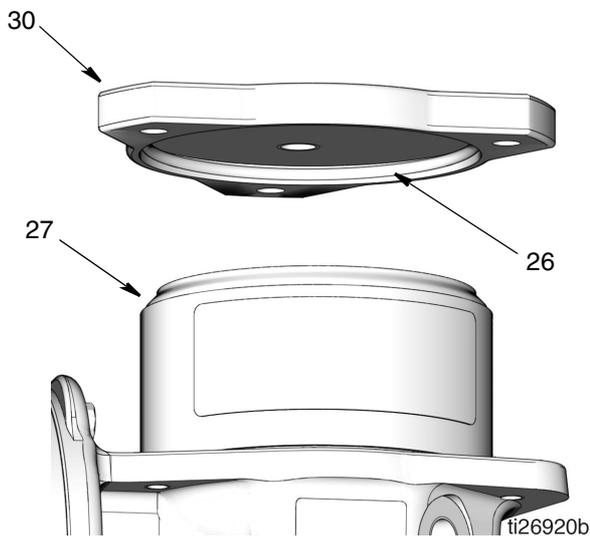

FIG. 60
13. Coloque la tapa (30) encima del depósito (27). Tenga cuidado de no pillar o desplazar la junta tórica (FIG. 60).